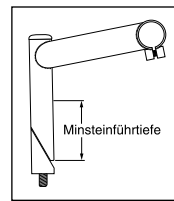

Abb. 1
4. Führen Sie den Schaft bei Lenkrohren mit Gewinde bis zur Mindesttiefe (entsprechend den CPSC- und JIS-Normen²) ein. Der Schaft muß so tief eingeführt werden, daß er, vom untersten Ende des Schaftes gemessen, mindestens 2,5mal tiefer liegt, als der Durchmesser des Schaftes beträgt. (Nicht vom unteren Ende des Keils messen; siehe Abb. 1).